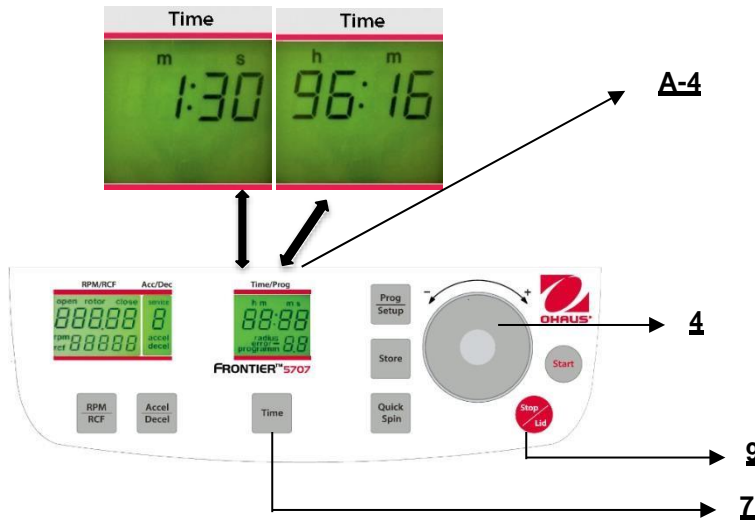

Figura. 17
Configure el valor deseado con el dial de ajuste (4). Después de exceder 59 min 50 s, la indicación cambia automáticamente a **"h : m"**. Después de exceder 99 horas 59 minutos, aparece la palabra **"cont"** en la pantalla **"Time"** (A-4). Esta operación continua solo puede interrumpirse al presionar el botón **"Stop"** (9). El tiempo inicia la cuenta regresiva en cuanto se alcanza la velocidad configurada. La pantalla siempre muestra el tiempo de operación restante. (Vea la figura 17) Todos los pasos marcados con números se refieren a la Figura 17.